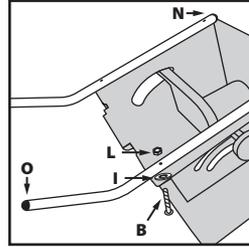

Abb. 3
- Befestigen Sie beide Bauteile an dem Hauptkörper der Maschine, mit Befestigungsteilen **B, J** und **L** (**Abb. 3**).